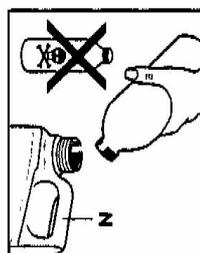

Abb. 5
- Den Behälter [N] mit nicht schäumendem Reinigungsmittel füllen (Abb. 5);